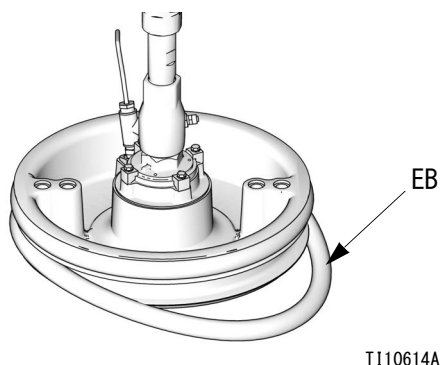

図 16
2. 下端から作業し、ワイパー（EB）をプラテンの背後を覆うように曲げます。図 16 を参照してください。